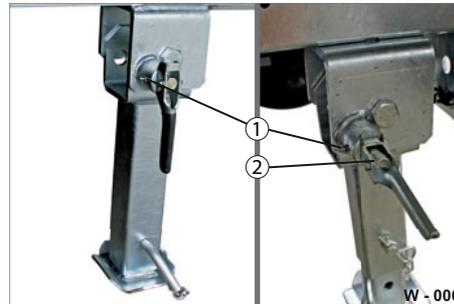

Abb. 5 Klappfüße schmieren
- ▶ Reinigen Sie die Schmiernippel (Abb. 5/1) mit einem sauberen, trockenen Lappen.
- ▶ Entfernen Sie ggf. Verunreinigungen wie Grashalme, Äste von den Lagerstellen (Abb. 5/2).